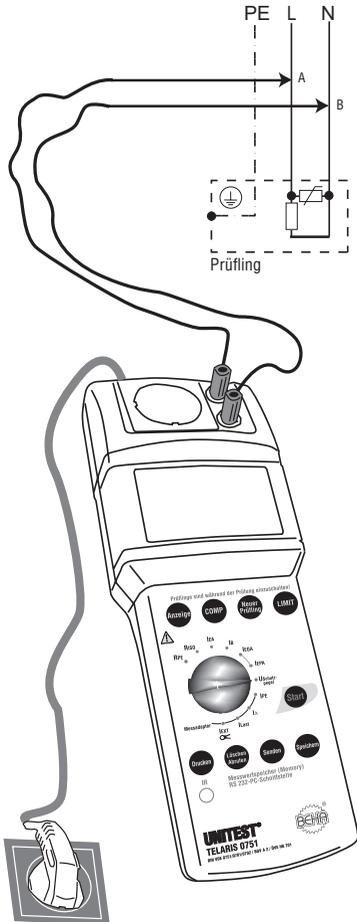

Bild 6.12: Messung des Schutzpegels bei Prüflingen mit Überspannungsableitern zwischen L und N
- ▶ Schließen Sie den UNITEST TELARIS 0751 mit dem Netzanschlusstecker (1) an eine funktionsfähige und ordnungsgemäß angeschlossene Schutzkontakt-Netzsteckdose an.
- ▶ Stellen Sie den Drehschalter 'Messfunktion' (15) auf die Schalterstellung "Uerschutzpegel".
- ▶ Bei Prüflingen, bei denen die Überspannungsableiter zwischen L und N geschaltet sind, verbinden Sie die Phase (L) des Netzeinganges mit der roten Buchse "L/N" (4) und den Neutralleiter (N) mit der blauen Buchse "PE" (5), siehe Bild 6.12.